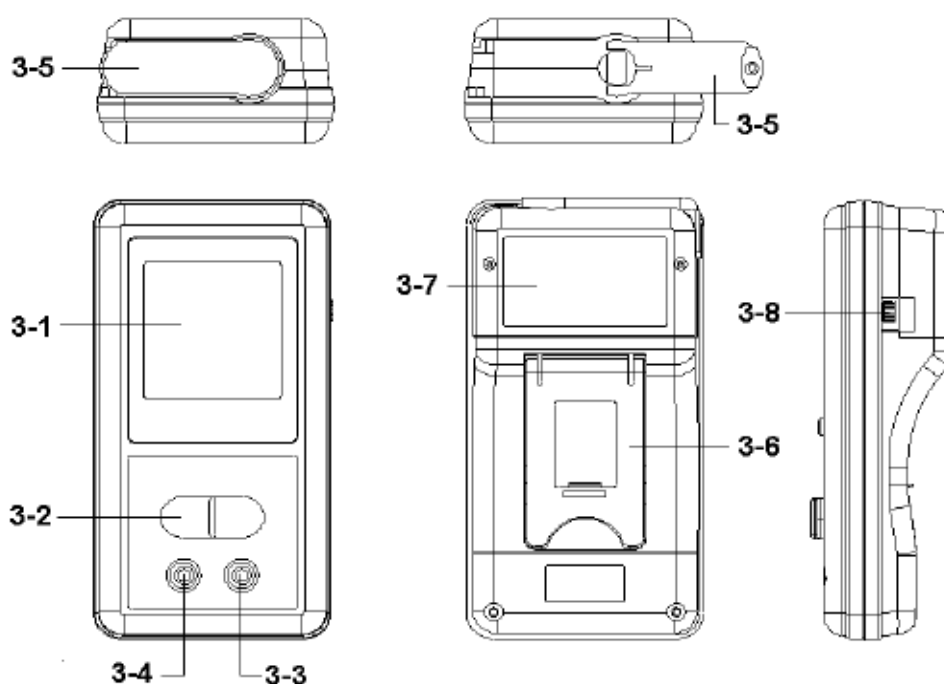

Fig. 1
- 1) Placer le sélecteur de type d'alimentation (3-8, Fig. 1) sur la position G (Green Power)
- 1) Installer 2 piles CR2032 dans le compartiment à piles (3-7, Fig.1)
- 2) Placer le sélecteur de type d'alimentation (3-8, Fig. 1) sur la position B (Batterie)
Placer le sélecteur de fonction (3-2, Fig.1) sur "V" ou " Ω " pour mettre en marche le multimètre.
- 1) Connecter le cordon noir à la borne "COM" (3-4, Fig. 1)
- 2) Connecter le cordon rouge à la borne "V" (3-3, Fig. 1)
- 3) Placer le sélecteur de fonction (3-2, Fig. 1) sur la position "V"
- 2) Connecter le cordon rouge à la borne " Ω " (3-3, Fig. 1)
- 3) Placer le sélecteur de fonction (3-2, Fig. 1) sur la position " Ω "
- 3) Placer le sélecteur de fonction (3-2, Fig. 1) sur la position ""
- 3) Placer le sélecteur de fonction (3-2, Fig. 1) sur la position "
- 2) Connecter le cordon rouge à la borne "Ω" (3-3, Fig. 1)
- 3) Placer le sélecteur de fonction (3-2, Fig. 1) sur la position "  "